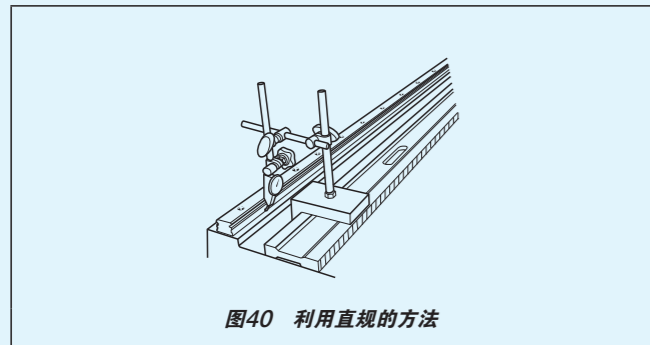
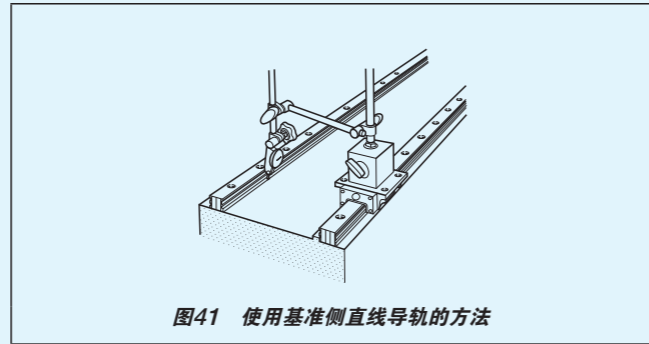

图40 利用直规的方法
图41 使用基准侧直线导轨的方法
③利用直规的方法
- 将滑轨临时固定后，如图40所示，将指示器接触滑轨的安装基准面，以直规为基准，从滑轨的一端开始边控制直线度，边依次固定。
①使用安装基准面的方法
②效仿基准侧滑轨的方法
④使用基准侧直线导轨的方法
- 如图41所示，将测定架固定在基准侧滑块上面并使指示器接触从动侧滑轨的安装基准面，从滑轨的一端开始边控制直线度，边依次固定。